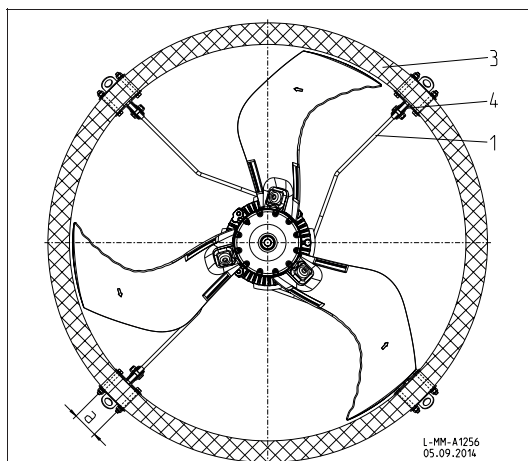

Figure 1
Tracez la position des cornières de fixation (4) selon la **figure 1** dans la cheminée (3) au moyen d'un gabarit 4 x 90, percez les trous "a" conformément aux cornières de fixation (4).